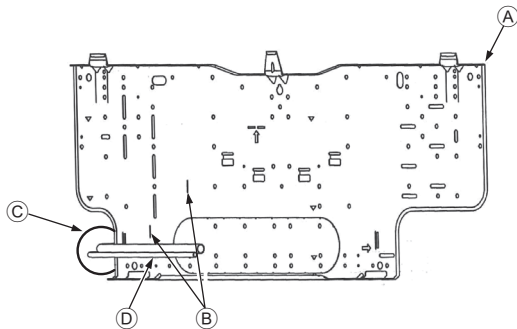

Fig. 3-5
- Ⓧ Vis de fixation (4 × 35 mm, 1-3/8 inch) ②
- ① Planche d'installation ①
3.3. Lors de l'insertion des tuyaux dans le mur (Fig. 3-5)
- ▲ Planche d'installation ①